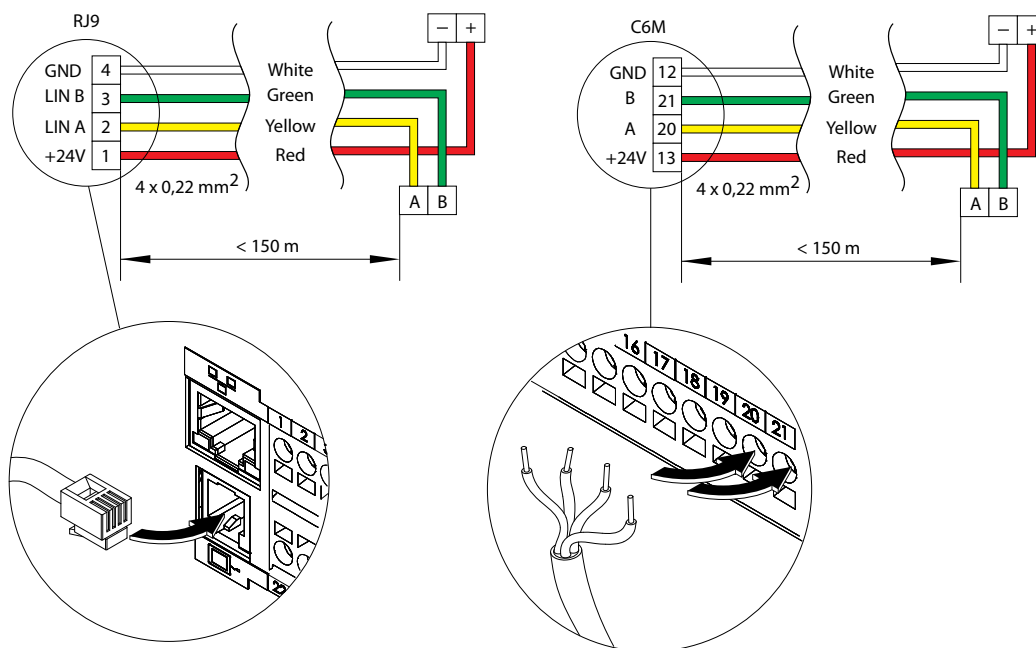

Fig. 16. Kopplingsdiagram för kontrollpanelen
- **DX (15–16)** – styrsignal för extern direktexpansion (DX) kyl-/värmebatteri.
- Kontrollpanel (se fig. 16).